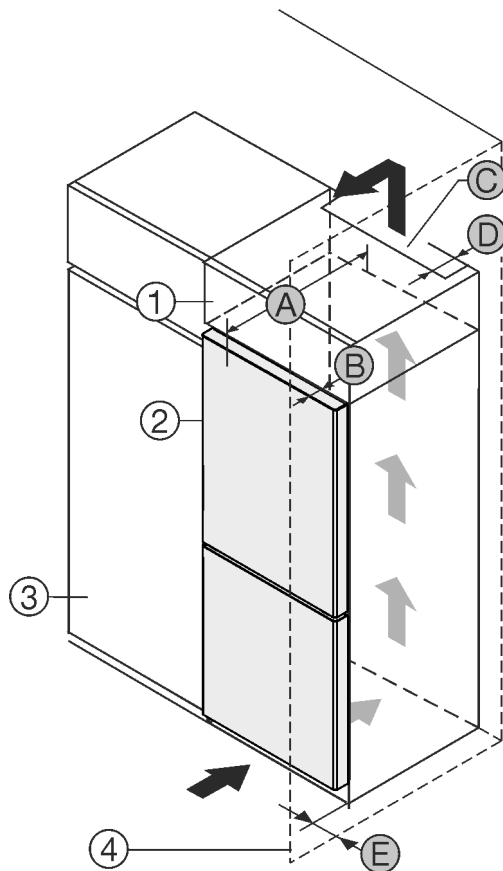

Fig. 1
- (1) Aufsatzschrank\*
- (2) Gerät\*
- (3) Küchenschrank\*
- (4) Wand\*
- (A) Gerätetiefe\*
- (B) Türtiefe\*
- (C) Belüftungsquerschnitt\*
- (D) Abstand Geräterückseite\*
- (E) Abstand zur Geräte-seite\*
Gerät direkt neben dem Küchenschrank Fig. 1 (3) aufstellen.\*
An der Rückseite des Aufsatzschrankes muss ein Abluftschacht mit der Tiefe Fig. 1 (D) über die gesamte Aufsatzschrankbreite vorhanden sein.\*
Unter der Raumdecke muss der Entlüftungsquerschnitt Fig. 1 (C) eingehalten werden.\*
Wenn das Gerät mit den Scharnieren neben einer Wand Fig. 1 (4) aufgestellt wird, muss der Abstand zwischen Gerät und Wand mindestens 13 mm (0.51 in) betragen.\*
Wenn das Gerät mit den Scharnieren neben einer Wand Fig. 1 (4) aufgestellt wird, muss der Abstand zwischen Gerät und Wand mindestens 20 mm (0.79 in) betragen.\*
Um die Türe vollständig öffnen zu können, muss Gerät um die Türtiefe Fig. 1 (B) gegenüber der Küchenschrankfront vorstehen. Abhängig von der Tiefe der Küchenschränke Fig. 1 (3) und Verwendung von Wandabstandshaltern kann das Gerät weiter herausragen.\*